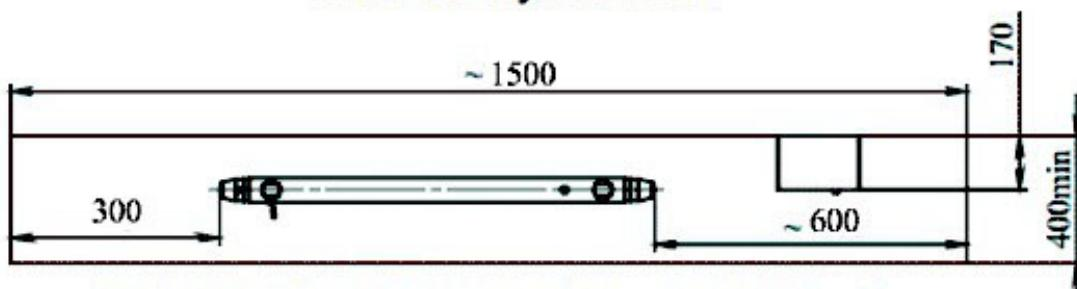

Рис. 1 Общий вид и план размещения установки Лазурь М-ЗК
3.1 УФ установка состоит из фотохимического реактора (ФХР) 1 и шкафа питания и управления (ШУ) 2 (см. Рис.1).
3.6. Шкаф управления (ШУ) 2 предназначен для питания УФ лампы, УЗ-излучателя и контроля за их работой. Габаритный чертеж шкафа питания и управления представлен на Рис.1.
5.3. Проверить герметичность уплотнительных колец 5 на защитной кварцевой трубке 4 в реакторе. При необходимости подтянуть их с помощью гаек 7 (Рис.1).